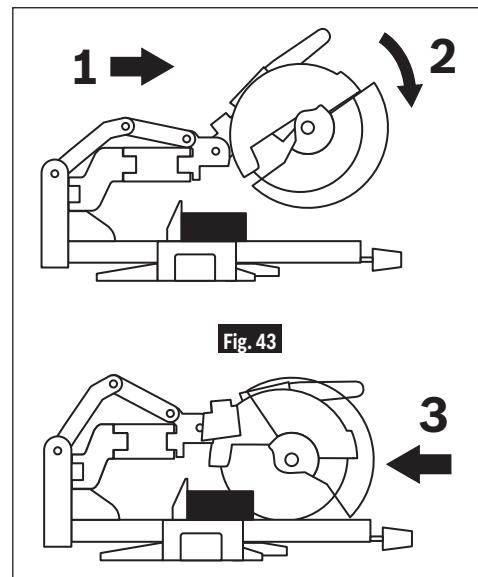

Fig. 43
1. Agarre el mango con interruptor y jale el ensamblaje del cabezal de la sierra (en la posición hacia ARRIBA) alejándolo del tope-guía. Vea la Flecha 1 en la Fig. 43.
2. Active el interruptor y baje completamente el ensamblaje del cabezal de la sierra. En piezas de trabajo más grandes, es posible que esta acción también inicie el corte. Vea la Flecha 2 en la Fig. 43.
3. Empuje hacia abajo y hacia atrás para que el ensamblaje del cabezal de la sierra se mueva hacia el tope-guía y hasta la posición completamente hacia atrás hasta que complete el corte. Vea la Flecha 3 en la Fig. 43. NOTA: Si se siente una resistencia elevada, no ejerza una fuerza excesiva. Deje de cortar, espere hasta que la hoja se detenga e investigue el problema.